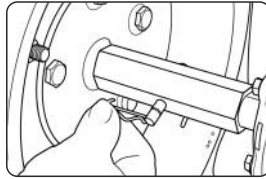

Рис. 3
- Установите колеса в сборе со ступицами на выходной вал редуктора и зафиксируйте стопорными пальцами и пружинными фиксаторами (рис.3).